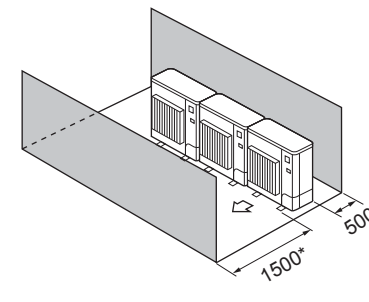

Fig. 2-11
④ Obstáculos apenas na parte da frente e de trás (Fig. 2-11)